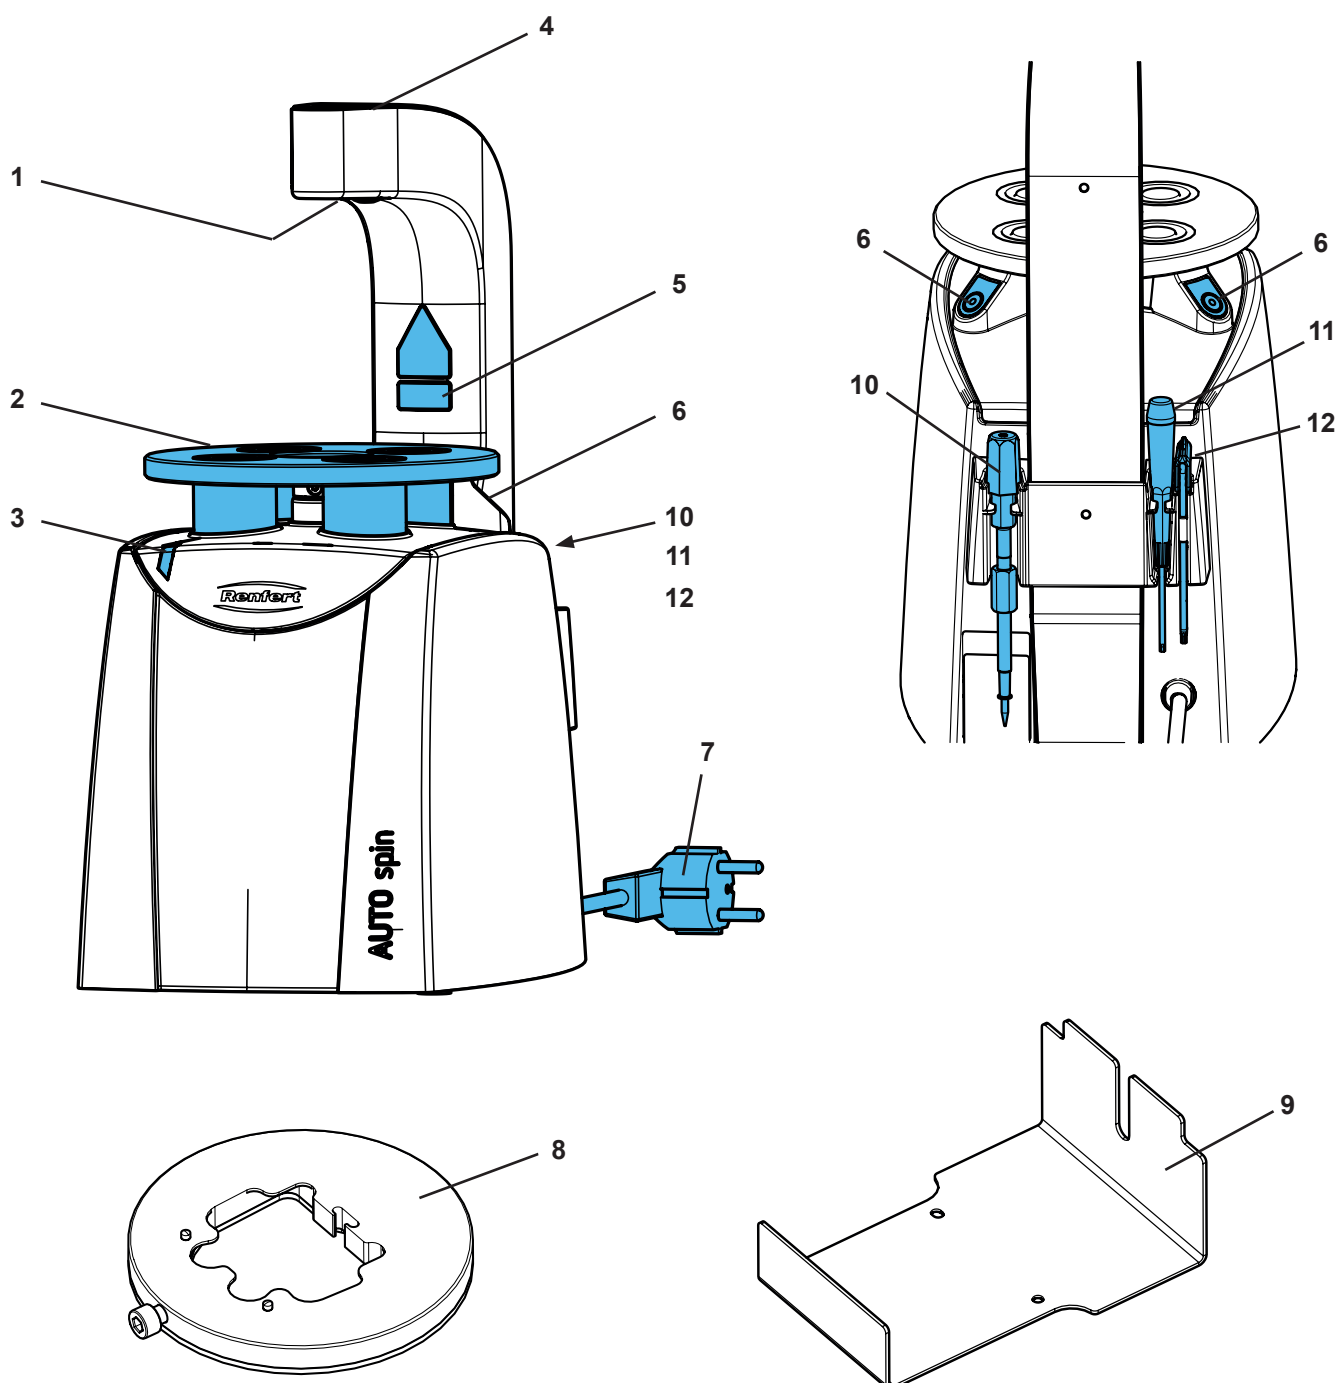

рис. 1
- ⇒ Отделите предупреждающую наклейку «Лазер» от блока наклеек на Вашем языке и приклейте ее поверх имеющегося предупреждающего знака (5, рис. 1).
- ♦ Мигает индикатор (3, рис. 1).
- ⇒ Нажать обе кнопки управления (6, рис. 1) и удерживать их нажатыми.
- ♦ Индикатор (3, рис. 1) светится.
- ♦ Лазерный прицел (1, рис. 1) светится.
⇒ Чтобы начать процесс сверления, одновременно нажмите обе кнопки управления (6, рис. 1).